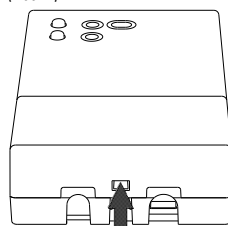

Abb. 2
- Mit einem Schraubendreher die Lasche vorsichtig eindrücken (Abb. 2).